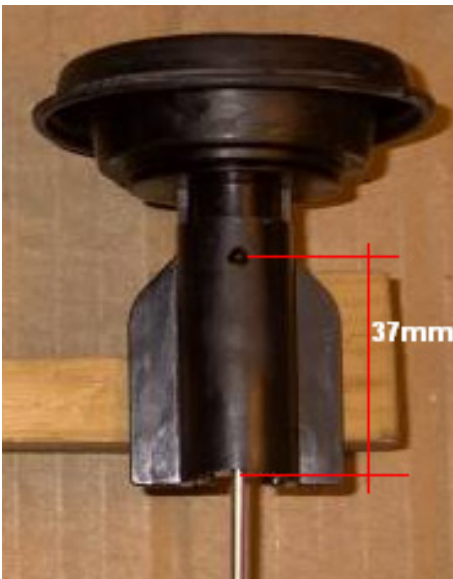

Bild 2
1. In den Gasschiebern müssen 4mm Bohrungen gebohrt werden. 37mm von untern. **(Bild 2)**